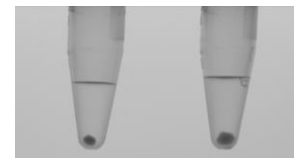

Abb. 1: empfohlene Pelletgrößen
- 50 – 200 µl von Anstellhefe, um nach der Zentrifugation ein Pellet von maximal 2 mm zu erhalten (vgl. Abb. 1)
- Die Größe des Pellets kontrollieren, es enthält die Bakterienzellen aus der Probe. Das Pellet darf eine Größe von ca. 2 mm Durchmesser nicht überschreiten (siehe Abb. 1). Falls nötig, einen Teil vom Pellet mit dem Überstand werfen